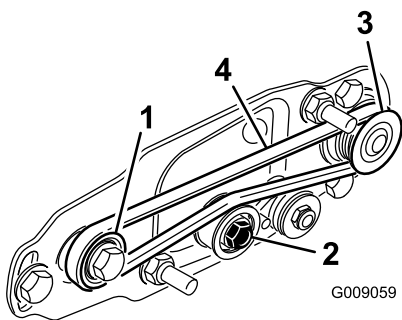

Figura 26
- A. Coloque la correa alrededor de la polea **motriz** y luego por encima de la polea tensora (Figura 26).
- B. Empiece a colocar la correa en la polea arrastrada (Figura 26).